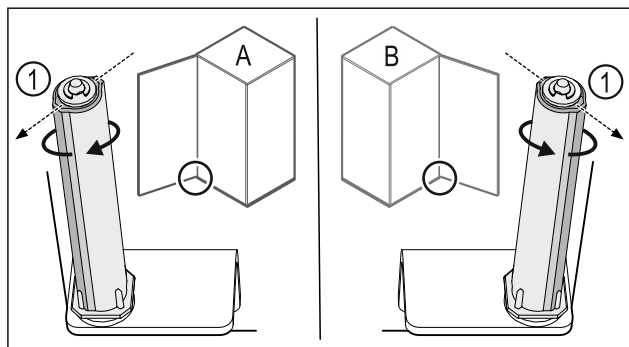

Fig. 45 Левое навешивание (A) / правое навешивание (B)
- Поворачивайте систему закрытия, преодолевая сопротивление до тех пор, пока ее ребро Fig. 45 (1) не будет направлено наружу.